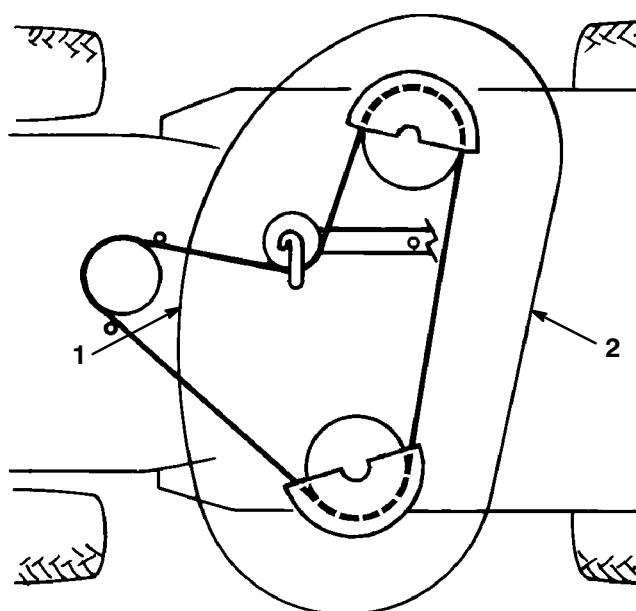

Abbildung 52
6. Zur Kontrolle der Schnittmesserneigung in Längsrichtung den Abstand zwischen der Mähdeckunterseite (Mitte vorne und Mitte hinten) und der ebenen Oberfläche messen (Abb. 52). Wenn die Vorderseite nicht 3,5-10,5mm (1/8-3/8") tiefer liegt als die Hinterseite, ist eine Einstellung erforderlich.